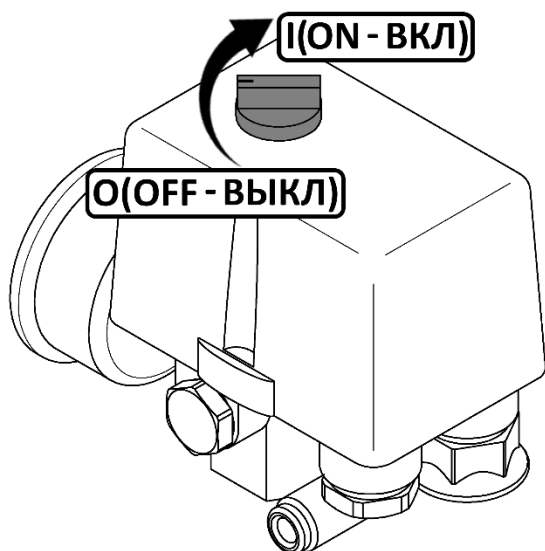

Рисунок 3
- Проверьте, чтобы выключатель на реле давления находился в выключенном положении "O" (рисунок 3).
- Выключить компрессор выключателем **3** на реле давления (рисунки 4-7). Для этого необходимо переключить выключатель в положение "О" (рисунок 3). После этого остановится двигатель и произойдет сброс давления из нагнетательного воздухопровода и поршневого блока.
- Переключите выключатель **3** на реле давления (рисунки 4-7) в положение "0" (рисунок 3).